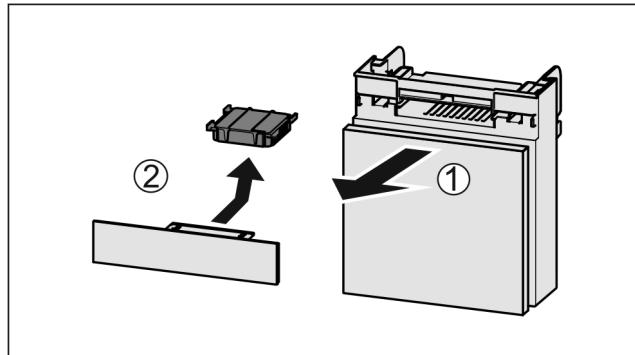

Fig. 88
- Потягніть Fig. 88 (1) відділення вперед.
- Витягнути Fig. 88 (2) фільтр з активованого вугілля.